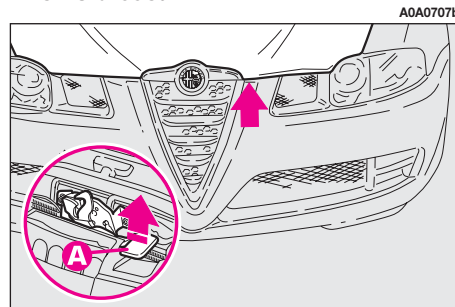

fig. 149
- pousser vers le haut le levier (A-fig. 149) du dispositif de sécurité.